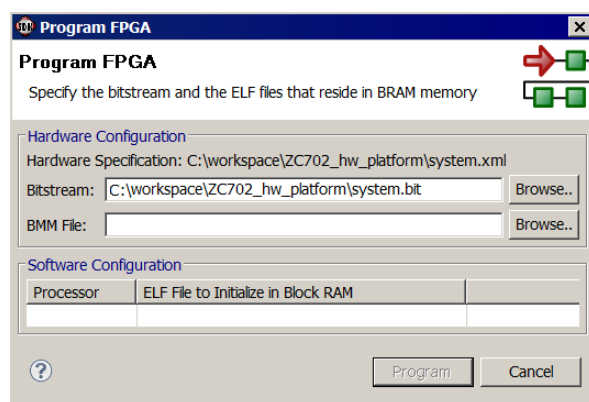

図 3-11 : [Program FPGA] ダイアログ ボックス
6. PL ファブリックのビットストリームがすでにあるため、これをダウンロードします。[Xilinx Tools] → [Program FPGA] をクリックします。図 3-11 に示す [Program FPGA] ダイアログ ボックスが開きます。PlanAhead からエクスポートされたビットストリームが表示されます。